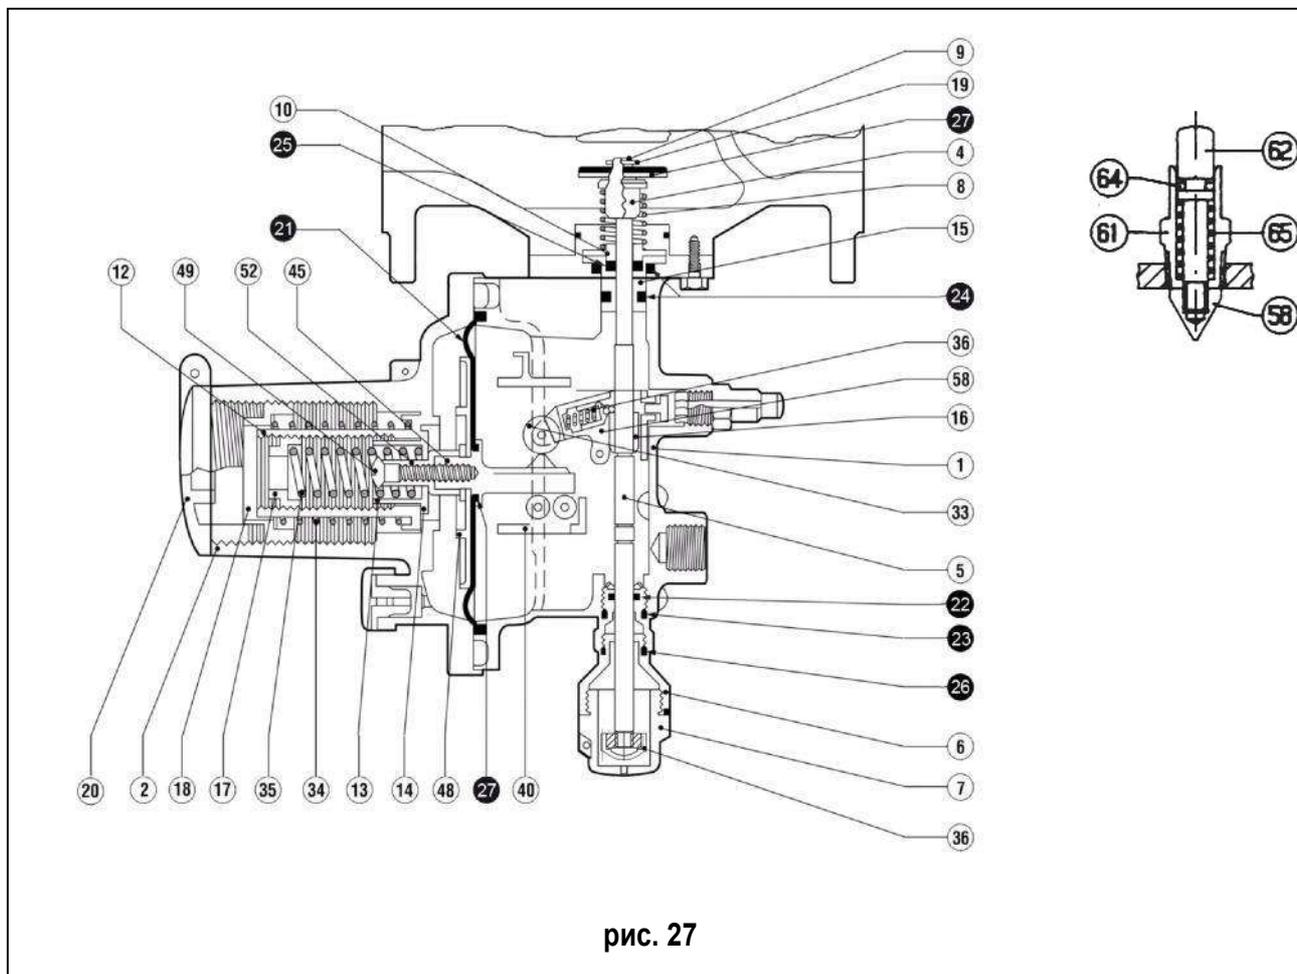

рис. 27
**7.5 ОТСЕКАЮЩИЙ КЛАПАН LA../(рис.27)**